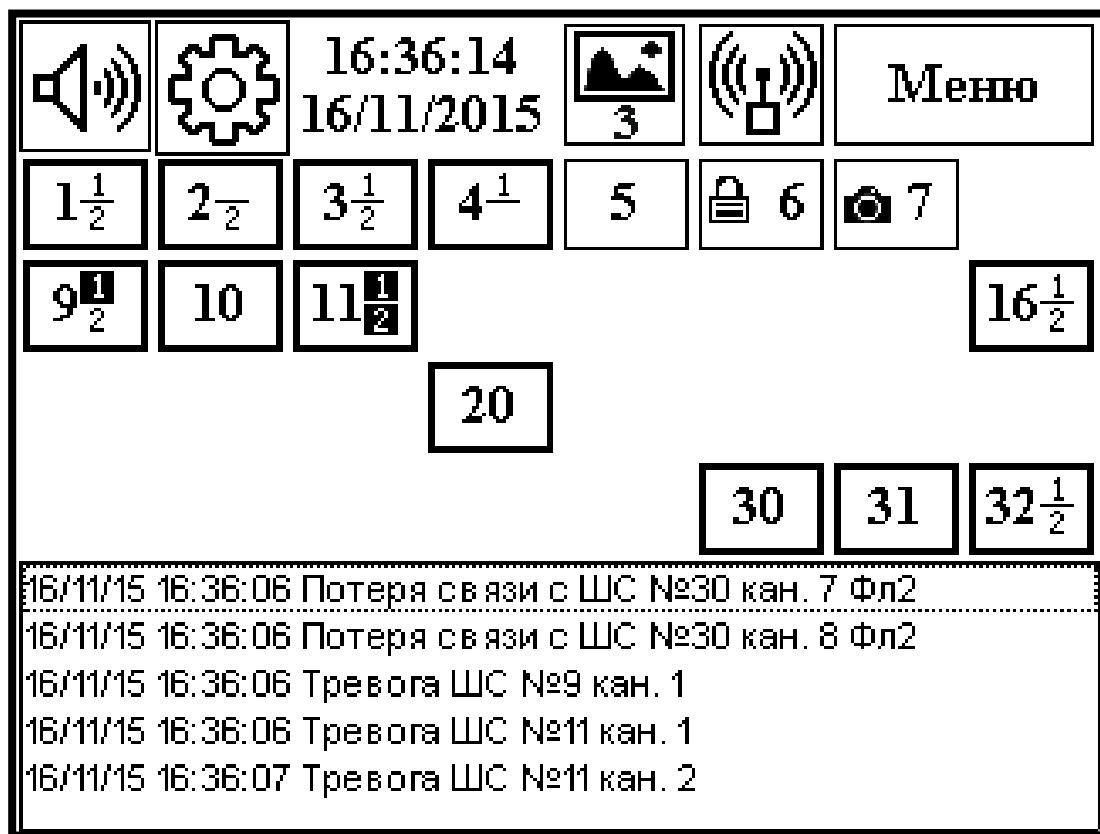

Рисунок 4 - Главное окно ПУИ
2.1.2 При включении ПУИ на экране высвечивается главное окно (см. рисунок 4). Назначение кнопок приведено в таблице 2.2.